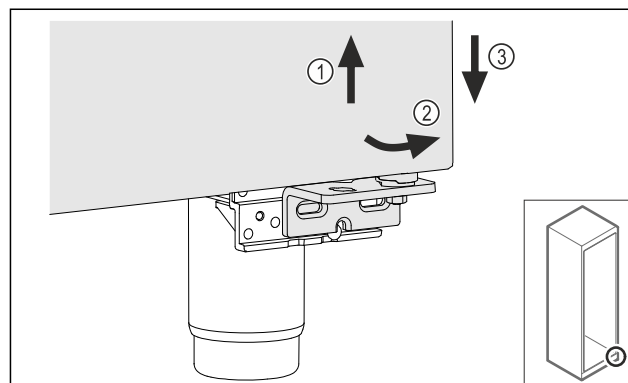

Fig. 27
- ▶ Soulever légèrement la porte Fig. 27 (1), la faire basculer vers l'avant Fig. 27 (2) et l'abaisser Fig. 27 (3).